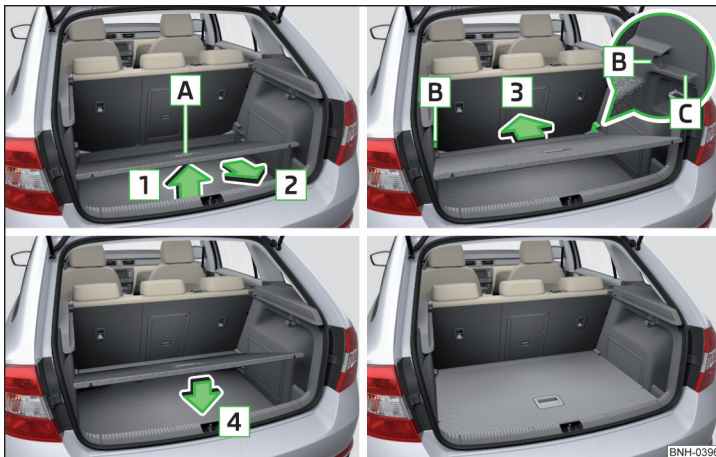

Fig. 92 Ajustar el suelo de carga variable en la posición superior
- Agarrar el suelo de carga variable por el agarradero **A** » fig. 92.